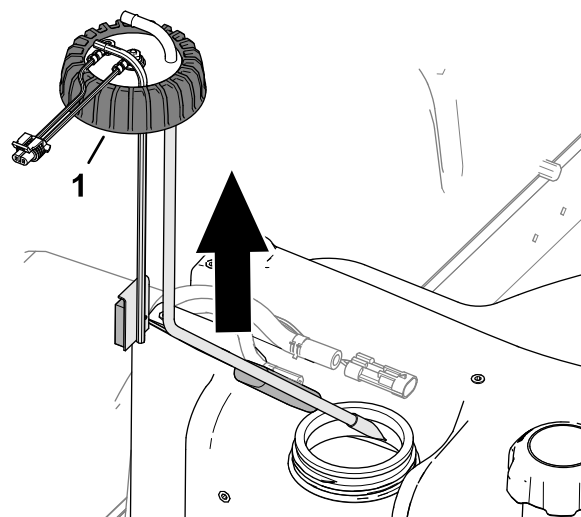

**Figure 90**
4. Éloignez les colliers qui fixent les flexibles sur les raccords vers l'intérieur du transmetteur de niveau de carburant, et débranchez les flexibles des raccords (Figure 90).